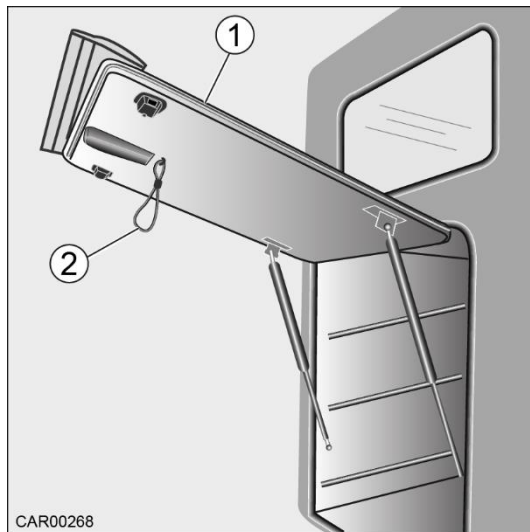

Fig. 56 Portière du garage, passant de fermeture
2. Soulever la serrure avec la main et guider la porte du garage (Fig. 56/1) vers le haut.
1. Tirer la portière du garage (Fig. 56/1) au passant de fermeture (Fig. 56/2) un bout vers le bas.
2. Fermer complètement la portière du garage (Fig. 56/1) en exerçant une pression sur la serrure.